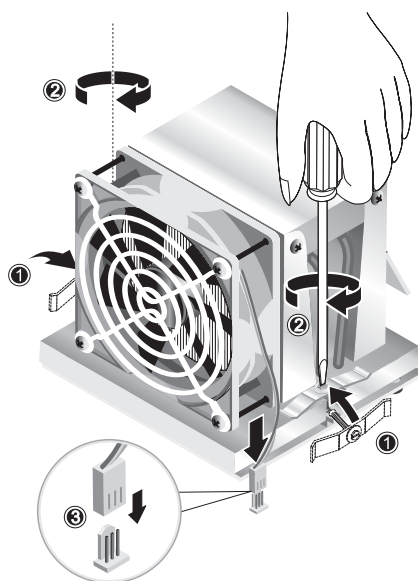

РИСУНОК 4-13 Закрепление блока радиатора/вентилятора
9. Совместите фиксирующие зажимы с блоком радиатора/вентилятора (см. РИСУНОК 4-13, элемент 1).